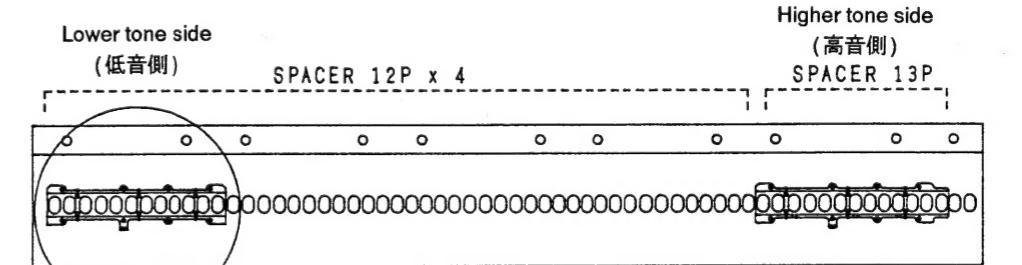

Fig. 1
Then, as shown in Fig. 1, put four SPACERS 12P in this order, starting on the left-hand side(lower tone side of the keyboard) according to the chassis positioning holes.(See Fig. 2)
1) まず、シャーシを左右が逆にならないように裏返します。次に、Fig.1に示すように左側(鍵の低音側)より、SPACER 12Pを4個、シャーシの位置決め穴に合わせて順に置いていきます。(Fig.2参照)